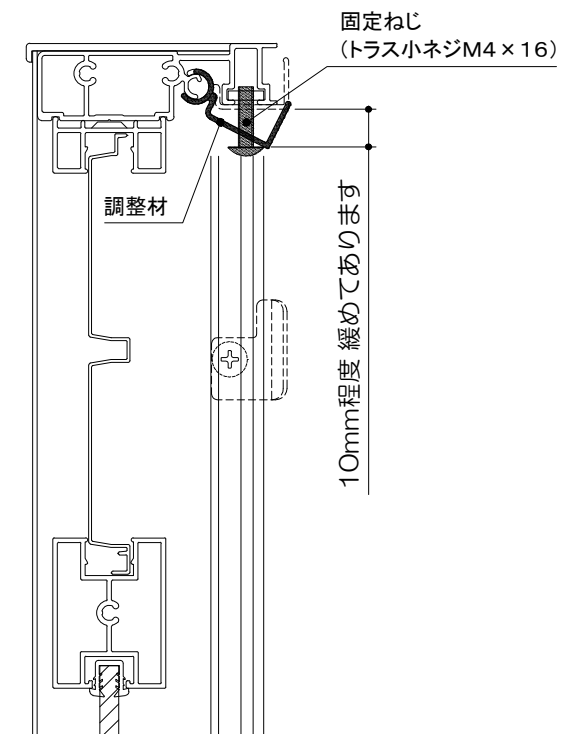

図2. 調整材の固定ねじ
- 調整材の固定ねじを緩めすぎると外れてしまいます。緩めすぎないように気をつけてください（図2）。